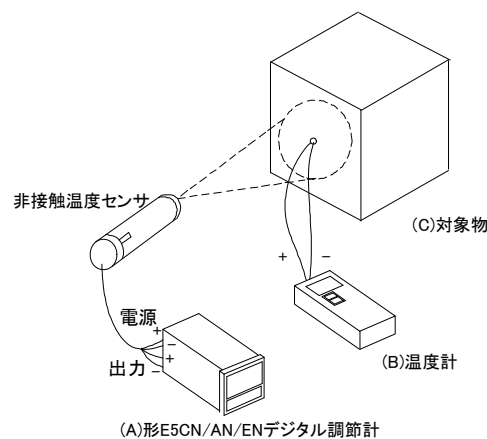

図1 非接触温度センサ(形ES1B)の補正時の構成
- 1点補正または2点補正をして頂くために図1のような対象物の温度を測定できる温度計をご準備ください。
1. 図1のような構成において対象物の温度を目標値付近にしてください。対象物の温度 (C) と温度計の温度 (B) は一致しているものとしします。
2. 温度計の温度 (B) と本機の指示値 (A) を確認し、